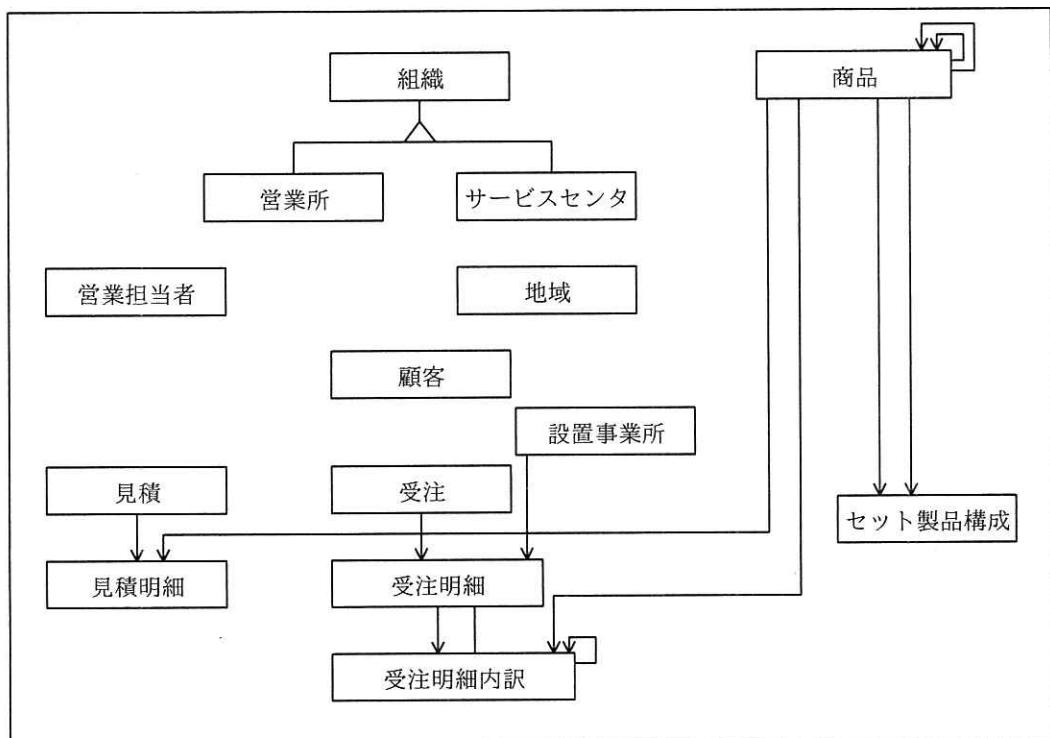
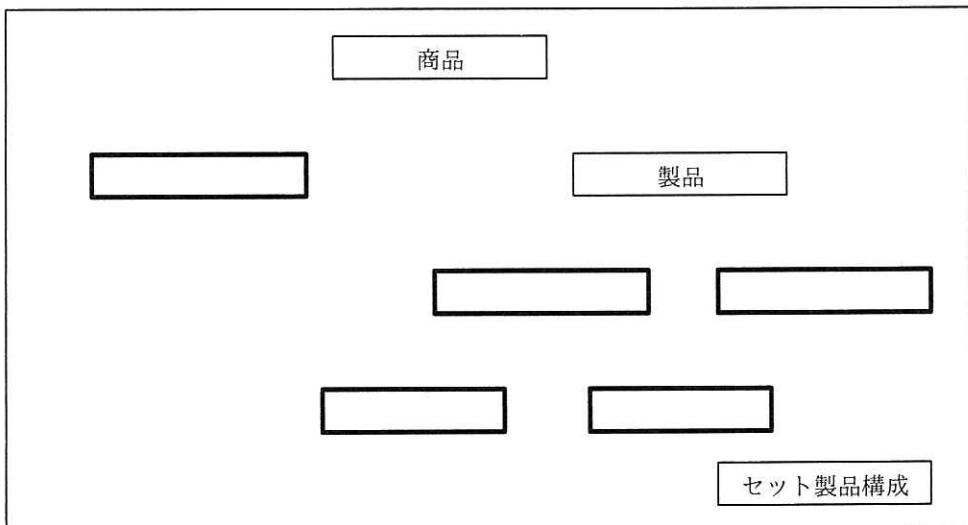

図 1 概念データモデル（未完成）
図 3 商品をサブタイプに分割した概念データモデル（未完成）
〔業務の概要〕に基づいて設計した概念データモデルを図 1 に、関係スキーマを図 2 に示す。
設問1 図1, 2について、(1), (2)に答えよ。
- (2) 図1のリレーションシップは未完成である。必要なリレーションシップを全て記入し、図を完成させよ。
(2) 図 1 中の商品とセット製品構成を対象に、商品をサブタイプに分割した概念データモデルを図 3 に示す。図 3 中の太枠内にエンティティタイプ名を入れ、欠落しているリレーションシップを補って図を完成させよ。